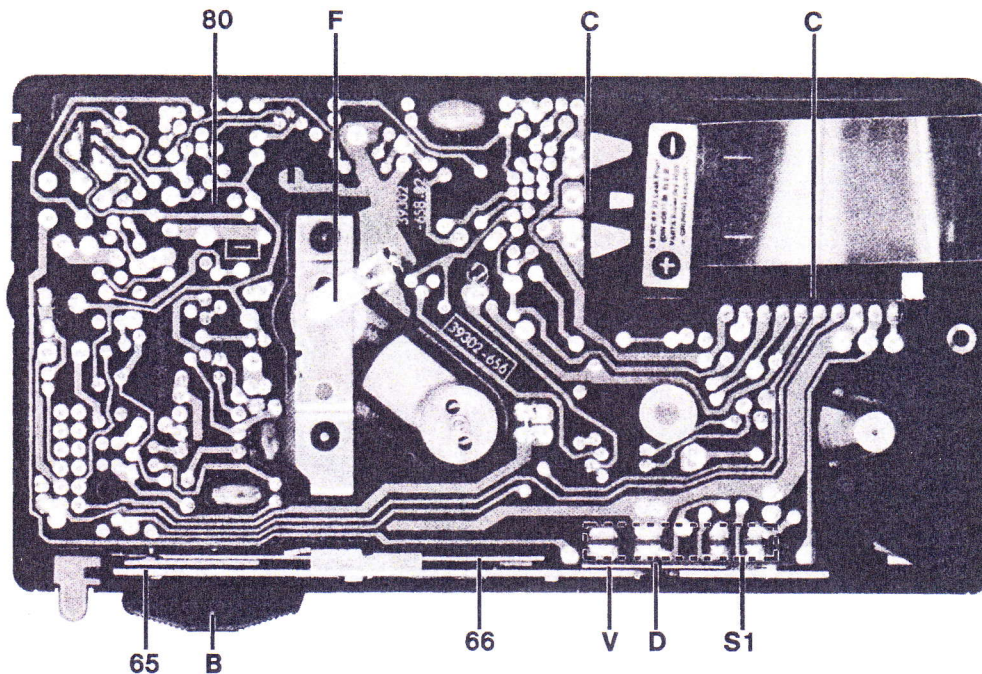

Abb. 1
- Steuerschieber **65** (Abb. 1) in Stellung „START“ (Stenorette **elektrisch** in „START“-Funktion).
- Steuerschieber **65** (Abb. 1) in Stellung „START“.